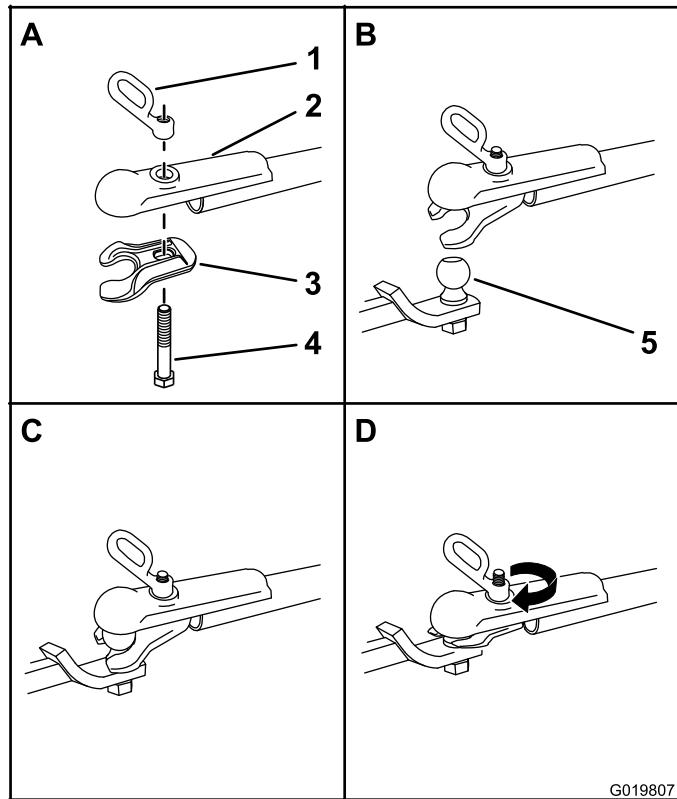

Figura 17
- Aplique sellador de roscas no permanente a las roscas del perno del acoplamiento para evitar que la manivela del acoplamiento se afloje (Figura 17).
- Introduzca el perno hacia arriba por la mordaza del acoplamiento y el segmento superior, y conecte la manivela del acoplamiento al perno (Figura 17).
- Gire la manivela del acoplamiento en sentido horario para enroscarla en el perno hasta que quede firme (Figura 17).